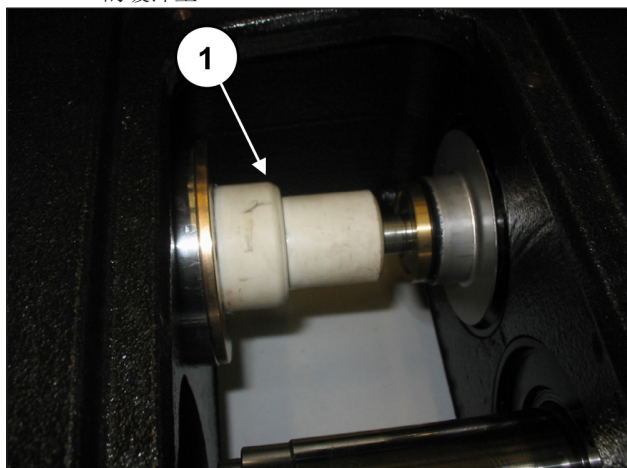

图 141
在活塞导承和活塞（位置①，图 141）之间插入代码为27516600的缓冲垫。